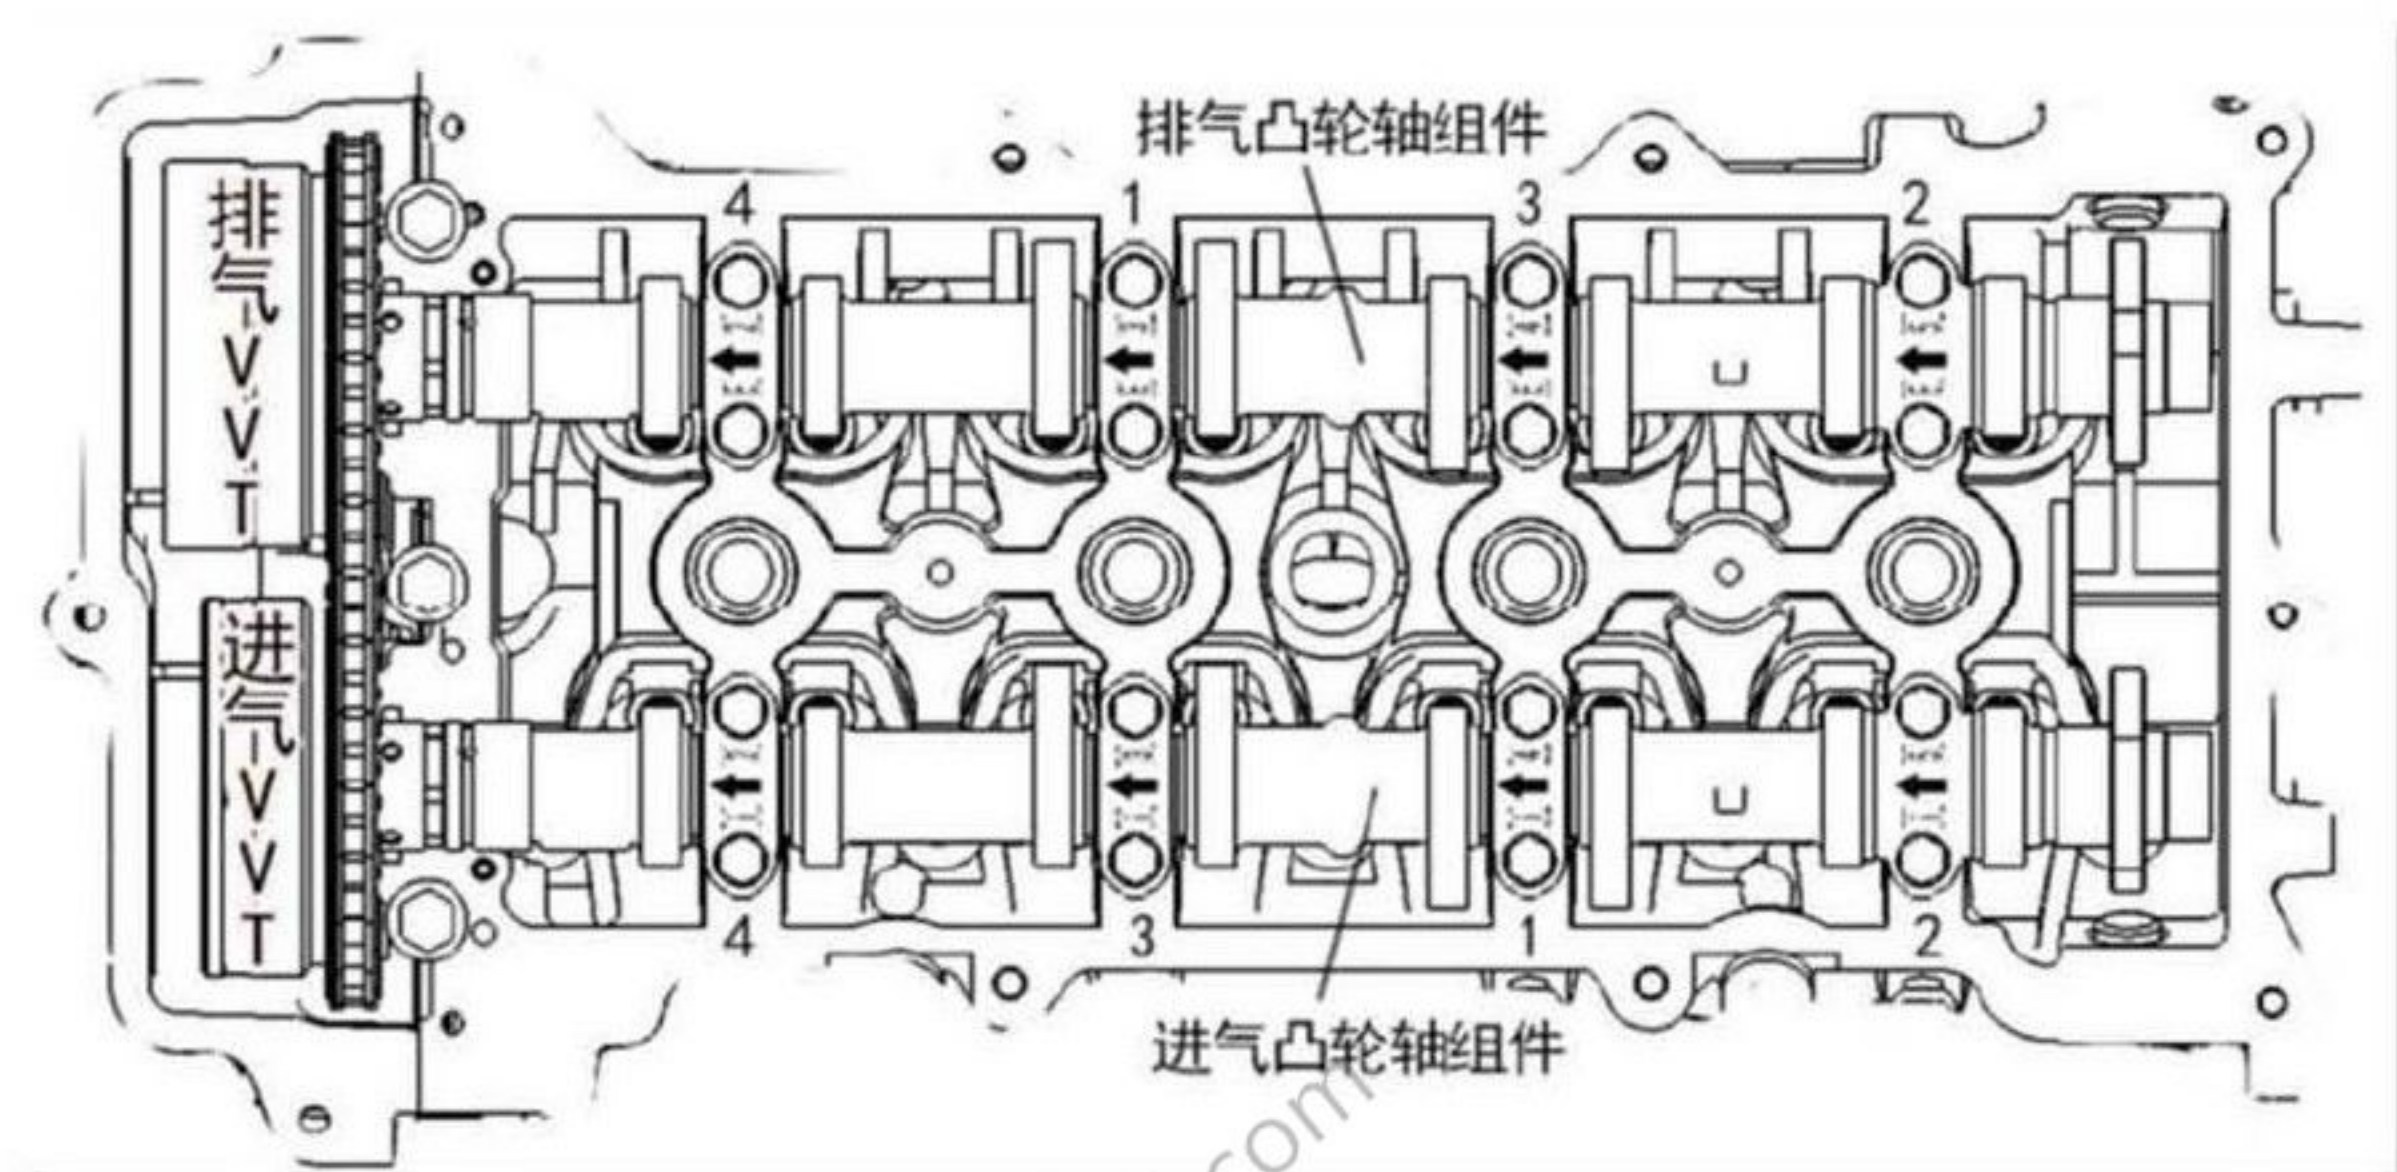

图 10-53
- 1) 分别将选配好的进气凸轮轴总成平直的放入气缸盖安装处, 使进气 VVT 的正时标记朝上, 此时 3 进、4 进凸轮轴桃尖均衡的压在挺柱上, 如图 10-53